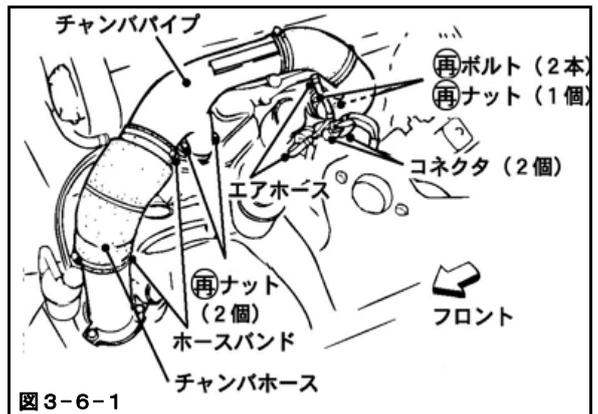

図3-6-1
- (1) チャンバパイプを取付けてください。(図3-6-1)
- (2) チャンバホースを取付けてください。(図3-6-1)
- (3) コネクタ (2個)を取付けてください。(図3-6-1)
- (4) エアホース (2本)を取付けてください。(図3-6-1)